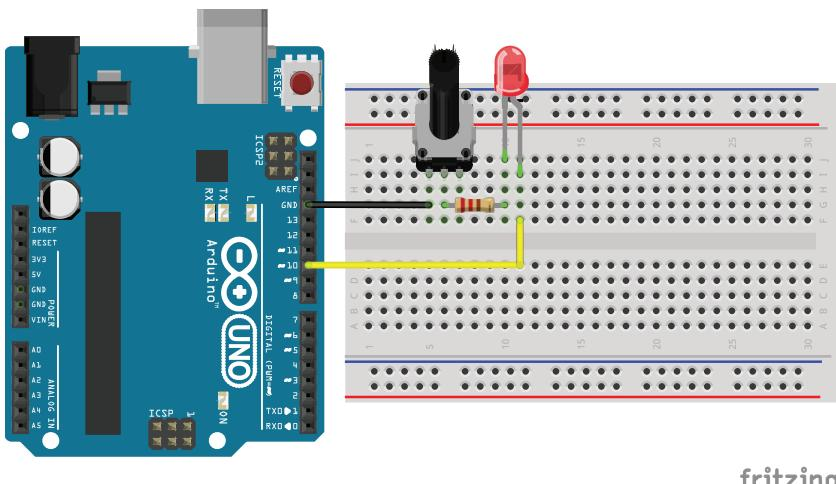

Рис. 3.1. Схема подключения потенциометра и светодиода
В эксперименте потенциометр мы подключаем последовательно с резистором 220 Ом, чтобы не уменьшить значения ограничивающего резистора для светодиода до нуля и не сжечь светодиод. Схема подключения представлена на рис. 3.1.
1. Длинную ножку светодиода (анод) подключаем к цифровому выводу D10 Arduino, другую (катод) – к одной из ног резистора 220 Ом (см. рис. 3.1).
2. Свободную ногу резистора 220 Ом подключаем к средней ножке потенциометра, вторую (любую крайнюю) подсоединяем к GND (см. рис. 3.1).